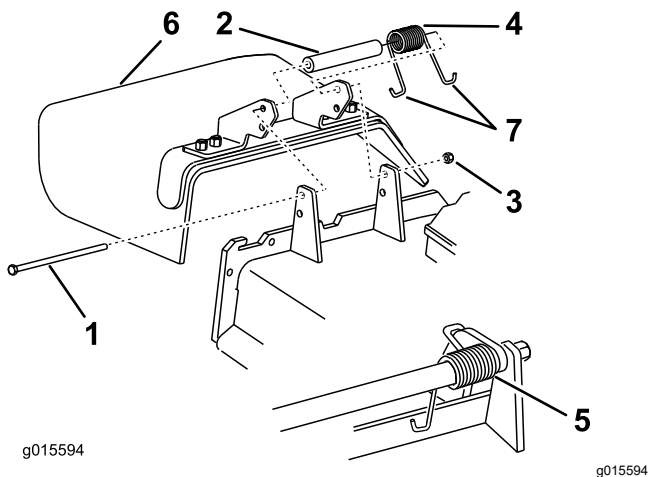

Bild 86
1. Entfernen Sie die Sicherungsmutter, Schraube, Feder und das Distanzstück, mit denen das Ablenkblech an den Schwenkhalterungen befestigt ist (Bild 86).
2. Entfernen Sie defekte oder abgenutzte Ablenkbleche (Bild 86).
Hinweis: Achten Sie darauf, dass ein J-förmiges Federende hinter der Mähwerkante befestigt ist, bevor Sie die Schraube einsetzen, wie in Bild 86 abgebildet.
6. Führen Sie das J-förmige Hakenende der Feder um das Ablenkblech (Bild 86).